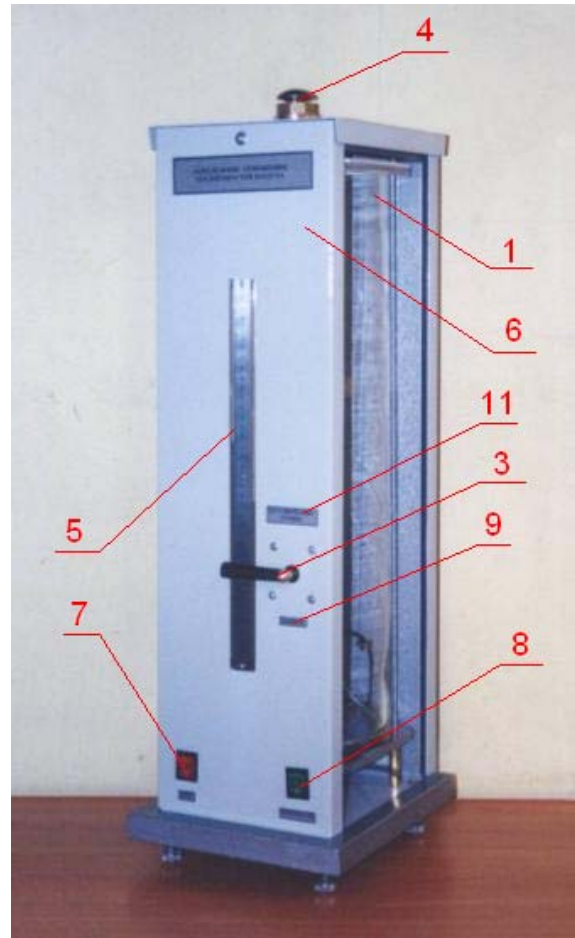
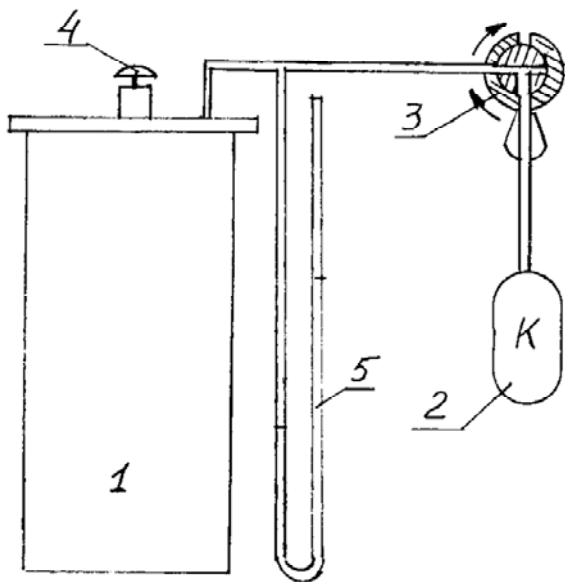
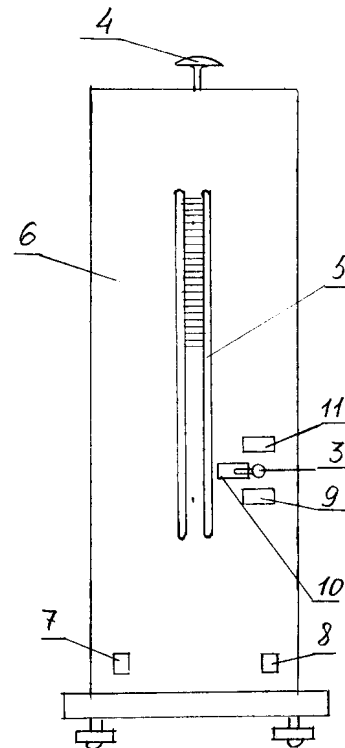

Рис. 2
Рис. 3
Рис. 4
В стеклянный баллон 1 (рис. 2, рис. 3 и рис. 4), соединенный с компрессором 2, через напускной кран 3 накачивается воздух. Клапан сброса воздуха 4, находящийся на верхней крышке установки позволяет резко уменьшить давление в баллоне практически без теплообмена с окружающей средой. На рис. 2 представлена передняя панель установки 6, на которой размещаются тумблер “Сеть” 7, тумблер “Компрессор” 8, водяной U-манометр 5, кран 3 перепуска воздуха со следующими положениями:
1. Ознакомьтесь с передней панелью установки (рис. 2). Тумблеры “Сеть” и “Компрессор” должны находиться в выключенном состоянии, кран 3 (положение 3 – “Закрыт”, рис. 4) – горизонтальное положение рукоятки влево. Включите установку (тумблер “Сеть”).
2. Рукоятку крана установите вертикально вниз (положение 9 – “Открыт”, рис. 4). Накачайте (тумблер “Компрессор”) воздух в баллон (процесс 1 – 2) так, чтобы разность уровней воды в манометре (перепад давления) достигала величины $\Delta p \approx 250 \pm 50$ мм водяного столба. **ВНИМАНИЕ:** Сразу же установите кран 3 в положение “Закрыт” – горизонтальное положение рукоятки влево, а затем выключите насос.
4. Соедините баллон с атмосферой (нажмите кратковременно и отпустите клапан 4, рис. 3) – процесс 3 – 4. Подождите не менее 2 минут (процесс 6 – 7) и измерьте установившееся значение перепада давления Δp_2 . Данные запишите в табл. 1. Проведите аналогичные измерения 5 ÷ 7 раз.
Рассмотрим влияние времени t , в течение которого клапан 4 (рис. 2, 3) остается открытым после достижения давления p_0 , на результат опыта. Величину t назовем временем выдержки. Предположим, что после достижения давления p_0 клапан 4 открыт еще некоторое время t , в течение которого происходит изобарный нагрев (4 – 6) за счет теплообмена газа со стенками баллона, а также уход части газа из баллона из-за его нагрева и расширения. После закрытия крана газ нагревается изохорно (6 – 7) и давление в баллоне достигает величины $p_0 + \Delta p$ (рис. 2). Точка 7 (конечное состояние газа) лежит на той же изотерме, что и точки 1, 3, 5. Очевидно, что Δp , которое в эксперименте измеряется вместо Δp_2 , и зависит от времени t . Таким образом, если не учитывать теплообмен и уход части газа из баллона за время выдержки, то рассчитанное значение по формуле (4) будет заниженным.
3. Установите нулевые показания секундомера. Включите клапан 4 (рис. 2, 3), то есть соедините баллон с атмосферой – процесс 3 – 4. Через время выдержки t (точка 6) отключите клапан 4 (рис. 2, 3). Подождите не менее 2 минут (процесс 6 – 7) и измерьте установившееся значение перепада давления Δp . Данные запишите в табл. 2. Проведите аналогичные измерения для 5 ÷ 7 значений времени t в диапазоне от 3 до 20 с.
1. Какие термодинамические процессы происходят в рабочей массе воздуха при выполнении работы? Объясните по рис. 2.